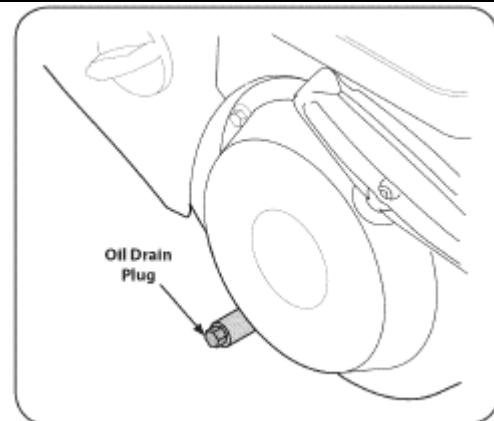

Рис. 19
3. Отверните сливную пробку См. Рис. 19.